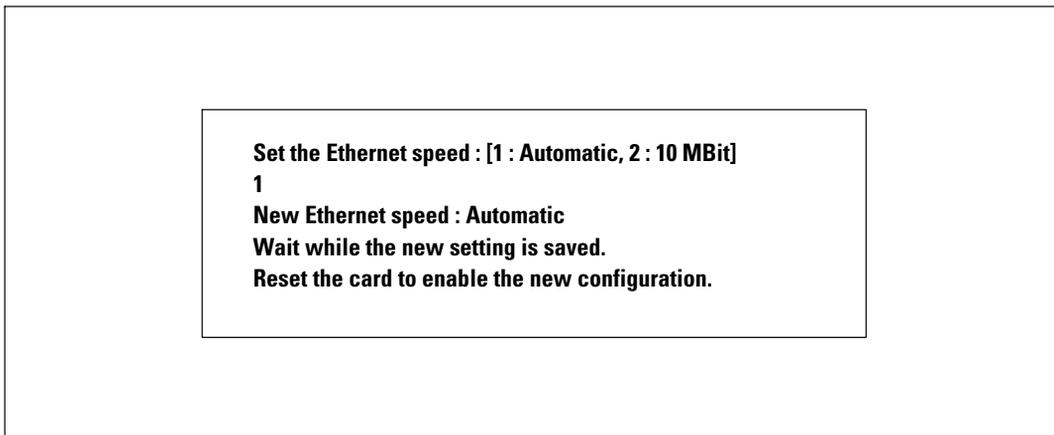

Figura 43. Configuración de Velocidad Ethernet
- **Establecer velocidad Ethernet:** para cambiar la velocidad de la red (consulte la Figura 43). Reinicie la tarjeta para activar los nuevos parámetros.